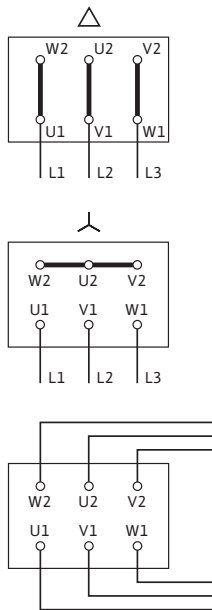

Fig. 17: Alimentation réseau
Le schéma de raccordement électrique se trouve dans le couvercle de la boîte à bornes (voir aussi Fig. 17).
- L'alimentation réseau dépend de la puissance moteur P_2 , de la tension d'alimentation et du type de branchement. Pour le couplage nécessaire des ponts de liaison dans la boîte à bornes, se reporter à la liste suivante «Tabl. 4 : Affectation des bornes» à la page 74 et à la Fig. 17.